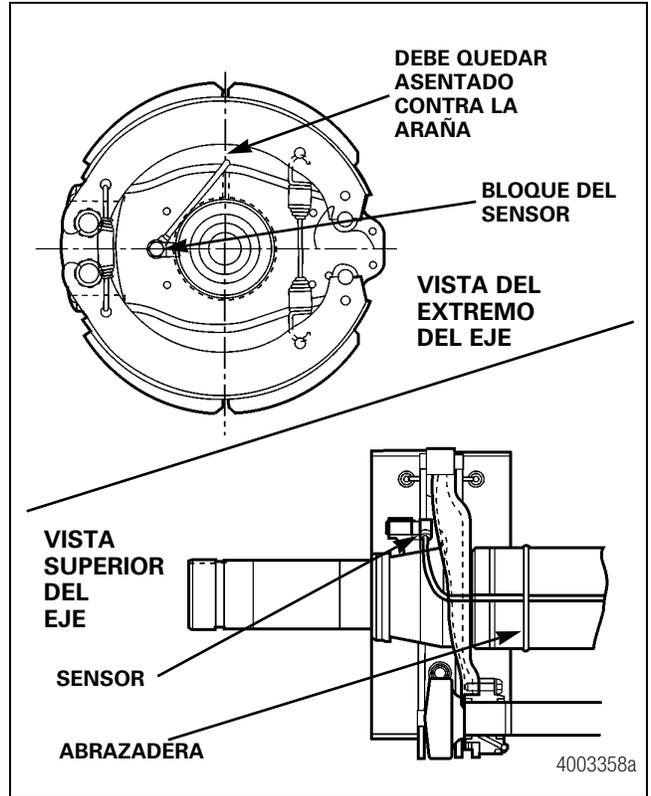

Figura 13.13
3. Encamine de la manera siguiente los cables del ABS en los ejes modelo TP y TR equipados con frenos de levas sin agujero en la araña para ABS. Figura 13.13.